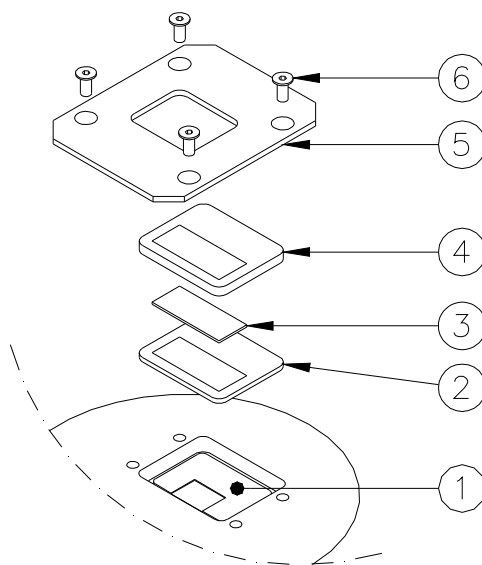

Figura 22 - Sustitución del Filtro
- retire la placa de montaje (Figura 22- n°5) y el soporte del filtro (Figura 22- n°2-3-4)
- coloque el nuevo filtro (Figura 22- n°3) dentro del soporte del filtro (Figura 22- n°2-3-4)
- coloque el soporte del filtro en el asiento relevante (Figura 22- n°1)
- ponga la placa de montaje (Figura 22 – n°5) y apriétela con los tornillos correspondientes TORX M5x12 (Figura 22 – n°6), el par de apriete es 2,5 Nm